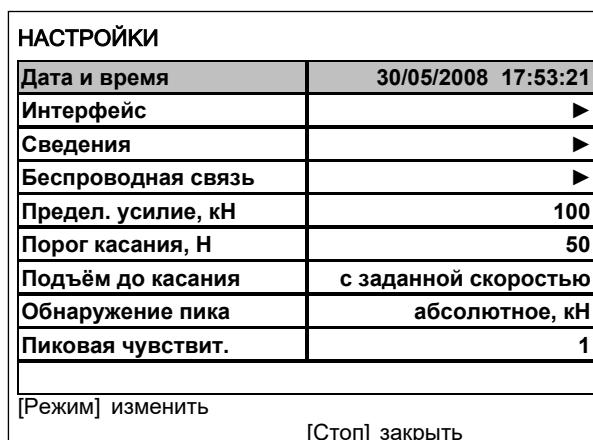

Рисунок 31 – Окно «Настройки»
4.10.1.2 В режиме ожидания нажать [Режим], в открывшемся главном меню выбрать пункт «Настройки» (рисунок 31).